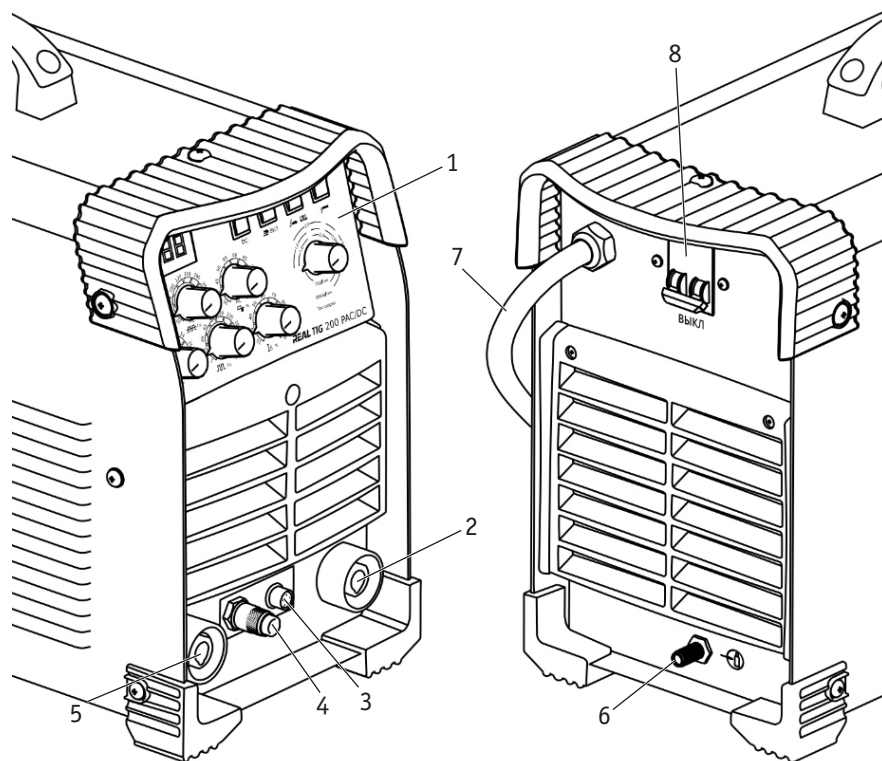

Рис. 6.1. Вид спереди и сзади.
4. Вставьте силовой наконечник горелки в панельную розетку со знаком «-» (п. 5, рис. 6.1) на передней панели аппарата, поверните его до упора по часовой стрелке, убедитесь в плотной фиксации соединения.
5. Подключите разъем подвода газа горелки в соответствующий разъем на передней панели аппарата (п. 4, рис. 6.1).
6. Подключите 5-pin разъем горелки к соответствующему разъему на передней панели аппарата (п. 3, рис. 6.1).
8. Вставьте силовой наконечник кабеля клеммы заземления в панельную розетку со знаком «+» (п. 2, рис. 6.1) на передней панели аппарата, поверните его до упора по часовой стрелке, убедитесь в плотной фиксации соединения. Закрепите клемму заземления на заготовке.